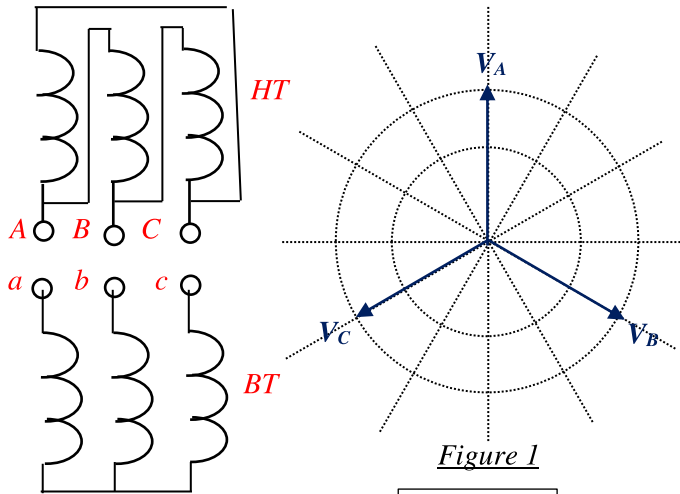

Figure 1
**EXERCICE 4 :** On donne les schémas des enroulements et les représentations vectorielles aux figures : 1 et 2 de deux transformateurs triphasés.
1. **Dessiner** sur la figure1 la représentation vectorielle « horaire » ;